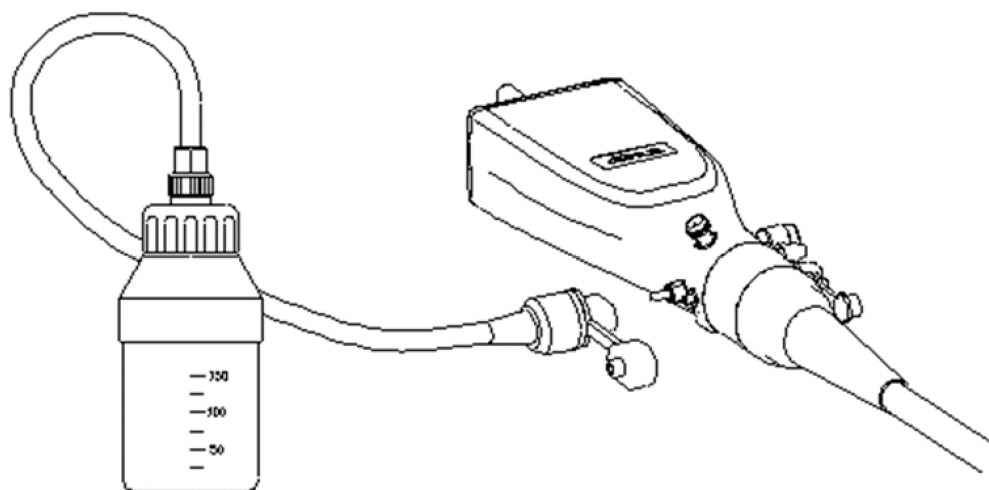

Рисунок 3.4.1.1
- ① Проверка клапана подачи воздуха/воды и аспирационного клапана. Подключите емкость для воды к разъему для подачи воздуха/воды на разъеме эндоскопа, как показано на рис. 3.4.1.1.